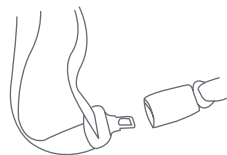

Fig. 42-2
9. Una combinación de cinturón de seguridad de regazo ó hombro con **una hebilla que pueda deslizarse libremente** a lo largo del cinturón de seguridad puede requerir el uso de un broche bloqueador. (Fig. 42-2) Verifique su manual del propietario del vehículo para ver si el fabricante del vehículo ha provisto una forma alterna, como un retrator bloqueable en el cual evitar el movimiento de la porción del regazo del cinturón de seguridad.